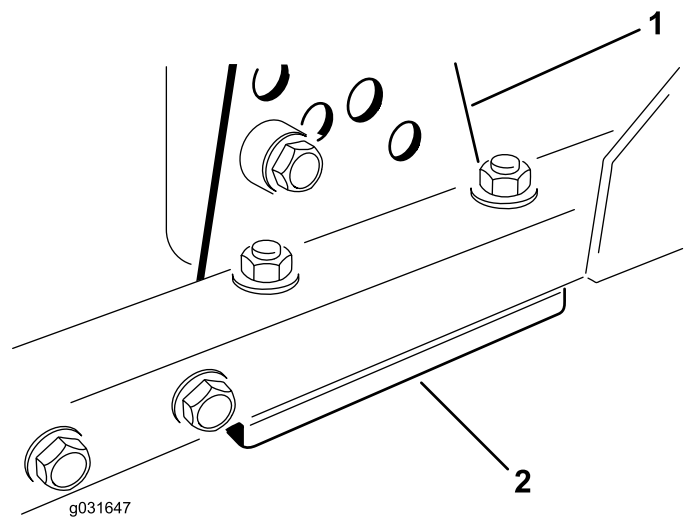

Figura 72
1. Îndepărtați consola pentru înălțimea de tăiere (față, stânga sau dreapta) de pe cadrul unității de tăiere (Figura 72).
2. Reglați lamele de 1,5 mm i/sau lama de 0,7 mm între cadrul unității de tăiere și consolă pentru a obține înălțimea de tăiere dorită (Figura 72).
3. Montați consola pentru înălțimea de tăiere pe cadrul unității de tăiere cu lamelele rămase asamblate sub consola pentru înălțimea de tăiere. (Figura 72).